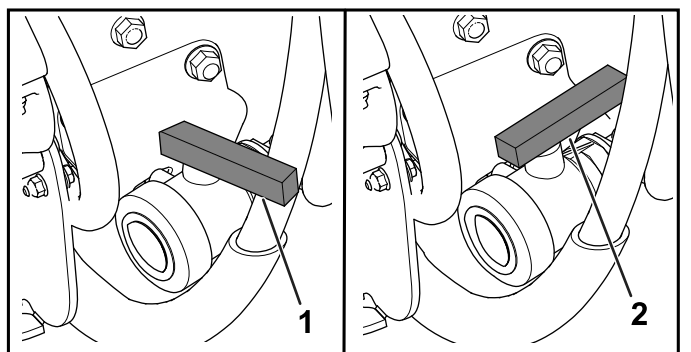

Figura 94
3. Aprite la valvola per scaricare tutto il materiale non utilizzato dal serbatoio (Figura 94).
4. Chiudete la valvola di spurgo (Figura 94).